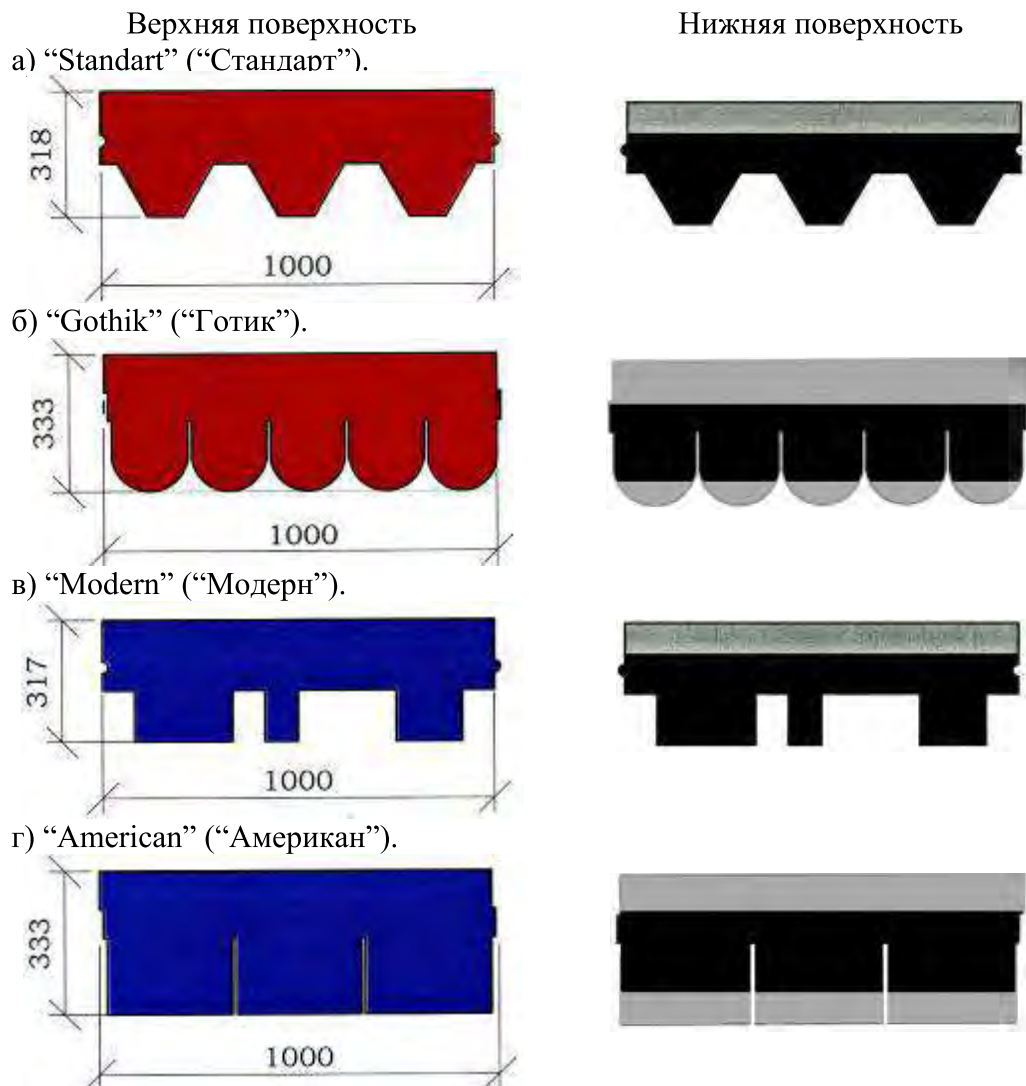

Рисунок 2.1. Формы рядовой черепицы “RoofShield”
2.2.3. Гибкая черепица имеет следующие формы (рисунок 2.1.):